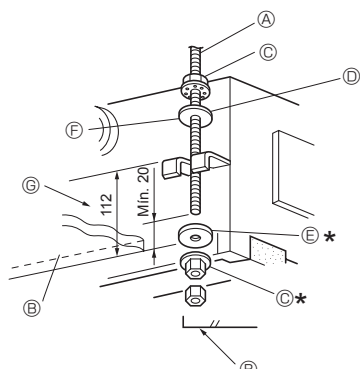

Fig. 2-7
1. Enrosque progresivamente las arandelas ① ② (suministradas) y sus respectivas tuercas (adquiridas localmente) en el perno de suspensión. (Fig. 2-7)